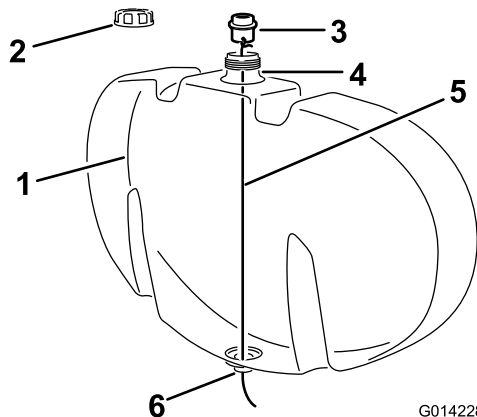

**Figure 5**
- A. Placez un joint transparent sur le raccord de traversée, comme montré à la Figure 5.
- B. Attachez un fil d'environ 122 cm de longueur dans l'un des trous de l'étrier de fixation du raccord de traversée, comme montré à la Figure 5.
- D. Descendez le fil par l'ouverture dans l'orifice de remplissage du réservoir et faites-le passer par le trou au fond du réservoir (Figure 5 et Figure 6).